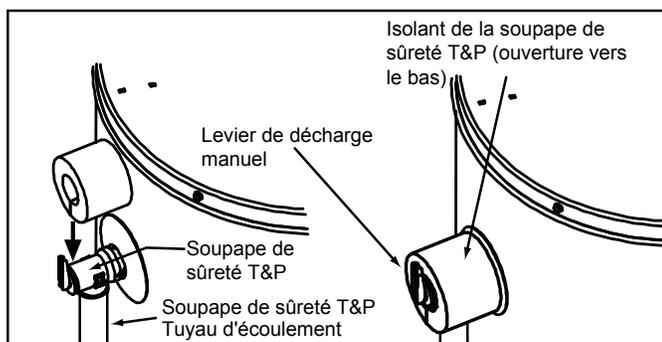

Figure 17
Repérez la soupape de sûreté température et pression (souvent appelée soupape de sûreté T&P) Voir Figure 17.
2. Séparez délicatement ces deux parties et placez le morceau d'isolant sur la soupape de sûreté T&P. Voir Figure 17. Appuyez légèrement sur l'isolant afin qu'il entre bien en contact avec la soupape de sûreté T&P. Une fois l'isolant bien ajusté, fixez-le en place à l'aide de ruban à conduit, électrique ou l'équivalent.
**Important:** l'isolant ou le ruban ne doit pas bloquer l'ouverture de décharge de la soupape ou l'accès au levier de décharge (Figure 17). Assurez-vous que le tuyau d'écoulement est correctement inséré dans l'ouverture de la soupape de sûreté T&P, comme décrit dans ce manuel.